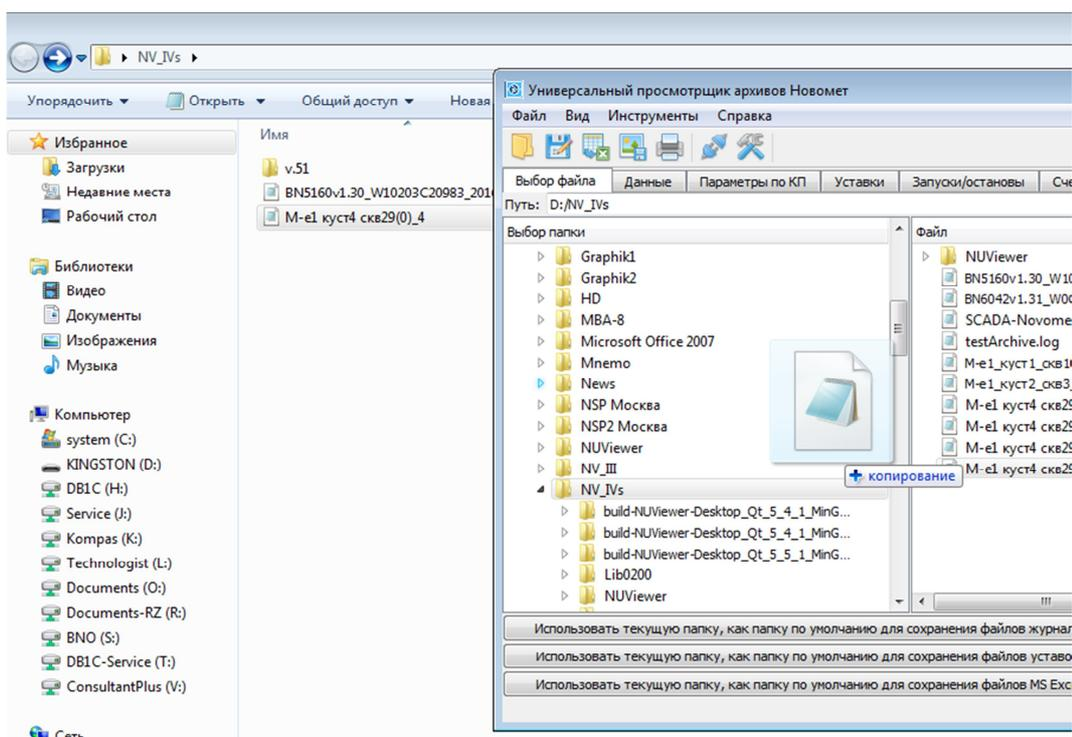

Рис.11. Открытие файла архива с помощью технологии Drag & Drop
*Открытие с помощью технологии Drag & Drop.* Для этого необходимо выбрать файла архива и удерживая его с помощью левой кнопки мыши перетащить на область программы, рис.11.